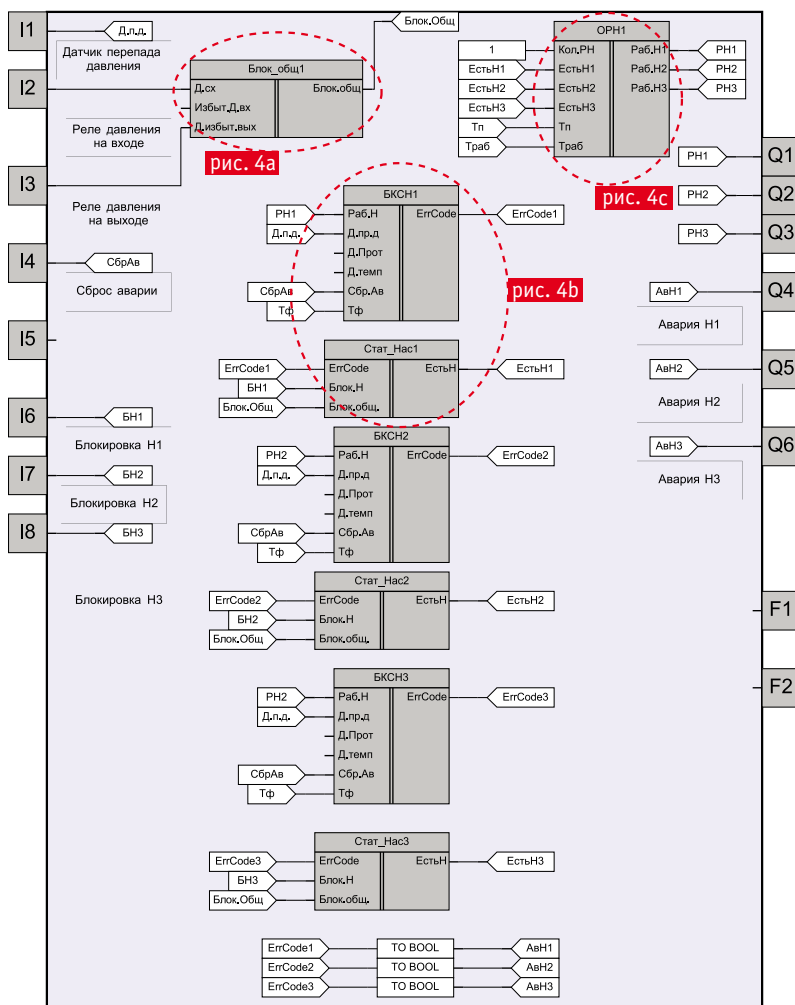

Рис. 4. Упрощенная схема алгоритма управления насосной станцией (3 насоса)
- » защита насосов и трубопровода (рис. 4а);
- » контроль состояния каждого насоса (рис. 4б);
- » выравнивание наработки и чередование насосов (рис. 4с);
Выбранные блоки загружаются в проект (рис. 5), соединяются между собой и подключаются к входам/выходам (рис. 4).